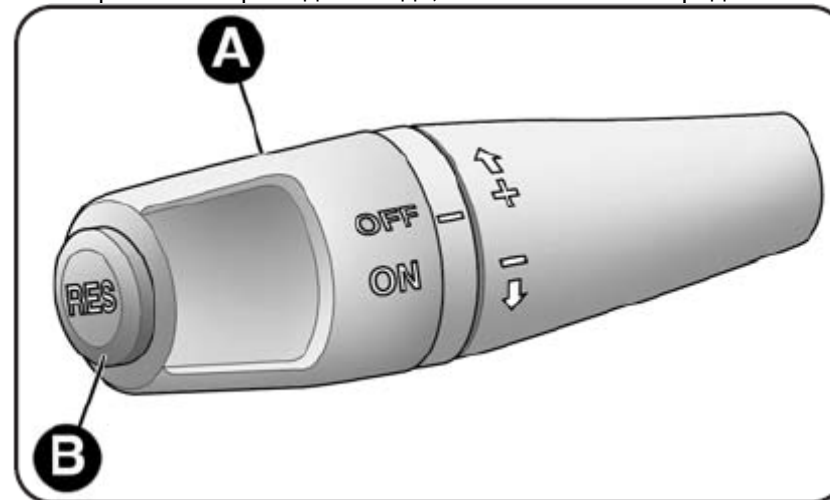

Рис. 36
Повернуть шайбу А – рис. 36 в положение ON. Устройство нельзя включить на 1ой скорости или при заднем ходе, а только на 5-ой передачи или выше.
- Повернуть ручку **A** – **рис.36** в положение **ON** и нажав на педаль акселератора и довести автомобиль до желаемой скорости;
- Нажать кнопку **B** – **рис. 36 (RES)**.
- При повороте шайбы **A** – **рис.36** в положение **OFF**;
Если устройство работает неверно или не работает вовсе, поверните шайбу А – рис.36 в положение OFF и обратитесь в Сеть по обслуживанию автомобилей Alfa Romeo.